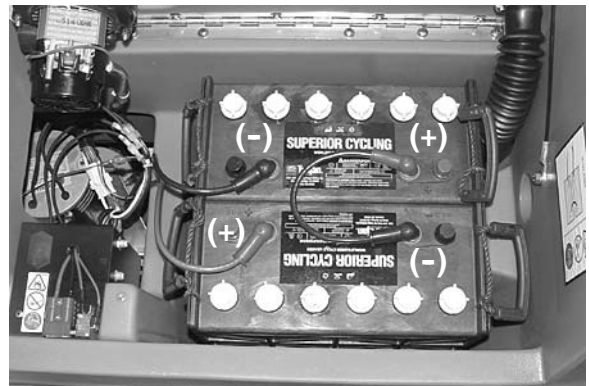

FIG. 2
3. Placez avec précaution les batteries dans le plateau qui se trouve au fond du compartiment et connectez les bornes comme illustré (Figure 2).
5. Reliez les câbles de batteries aux cosses des batteries, comme indiqué (ROUGE SUR PLUS (+) et NOIR SUR MOINS (-)) (Figure 2).